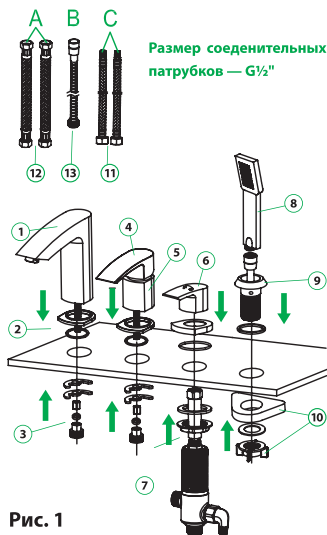

Рис. 1
- Для включения/выключения напора воды и регулировки температуры используйте рукоятку корпуса смесителя (5) (см. рис. 1).
- Для переключения потока воды с излива на лейку для душа и наоборот используйте ручку механизма переключения душ/излив (дивертора) (6).